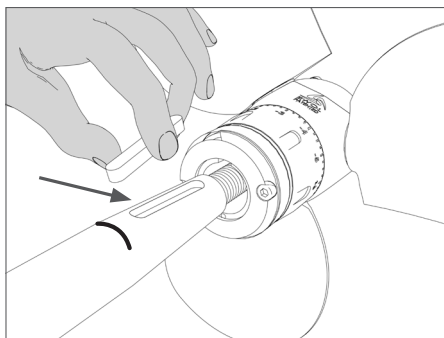

FIG. 12 | Insertion de la clavette sur l'arbre
- Insérer la clavette sur l'arbre (**Fig. 12**).